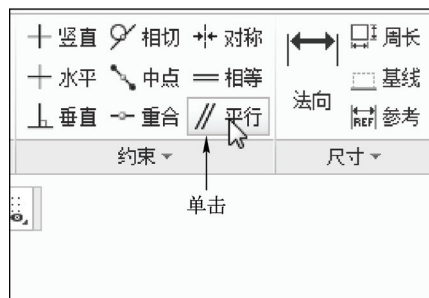

图 4-70 单击“平行”按钮
STEP 02 在功能区选项板的“草绘”选项卡中，单击“约束”面板中的“平行”按钮，如图 4-70 所示。